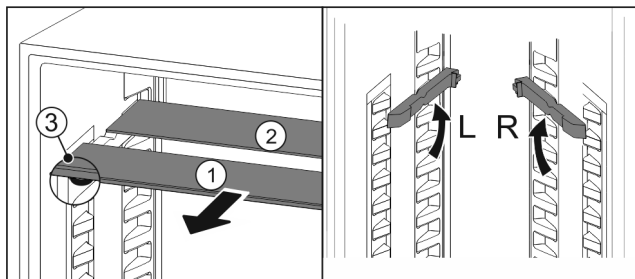

Fig. 173
- Skleněné desky jednotlivě vytáhněte dopředu Fig. 173 (1).
- Skleněná deska Fig. 173 (1) s ozdobnou lištou leží vpředu.
- Zarážky Fig. 173 (3) směřují dolů.